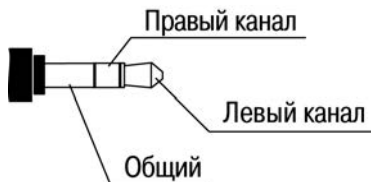

Рисунок 3.4 – Назначение контактов штекера для аудио-выхода
- соединитель аудио-выхода, предназначенный для подключения наушников или внешней звуковой усилительной аппаратуры (назначение контактов см. рисунок 3.4).